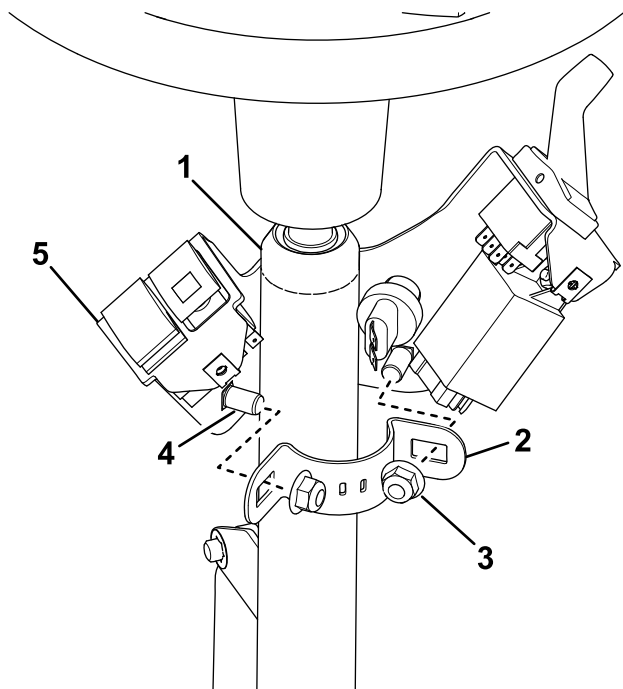

Figur 12
1. Montera delarna i enlighet med Figur 12.